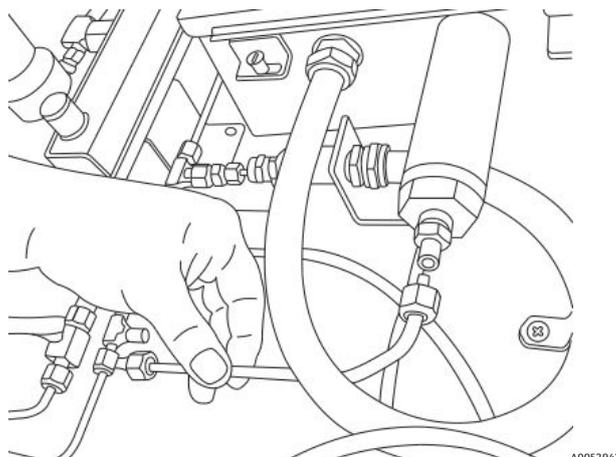

Figura 81. Rimozione del tubo
4. Togliere il tubo tra sensore di pressione e raccordo a T. Vedere Figura 81.